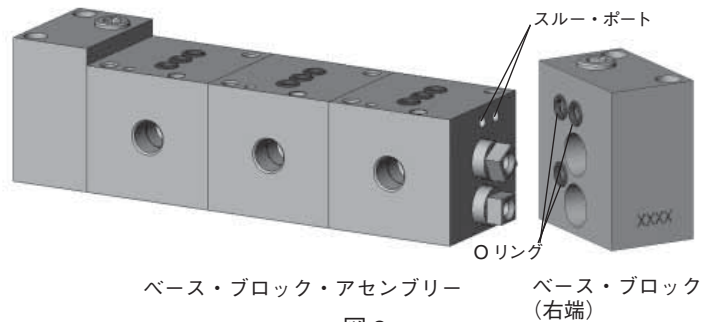

図 3
5. ベース・ブロック (右端) をアセンブリーに取り付けます。その際、ベース・ブロック (右端) の **Oリング** (9-007) と最後に取り付けたベース・ブロックのスルー・ポートの位置を合わせます。9/64 インチ・サイズの六角トルク・レンチを使用し、ベース・ブロック・インサート (右端) ねじを、エンド・ベース・ブロックに通して、ベース・ブロック・インサートに $4.0 \sim 5.1 \text{ N} \cdot \text{m}$ のトルク値で締め付けます。(図 3 参照)